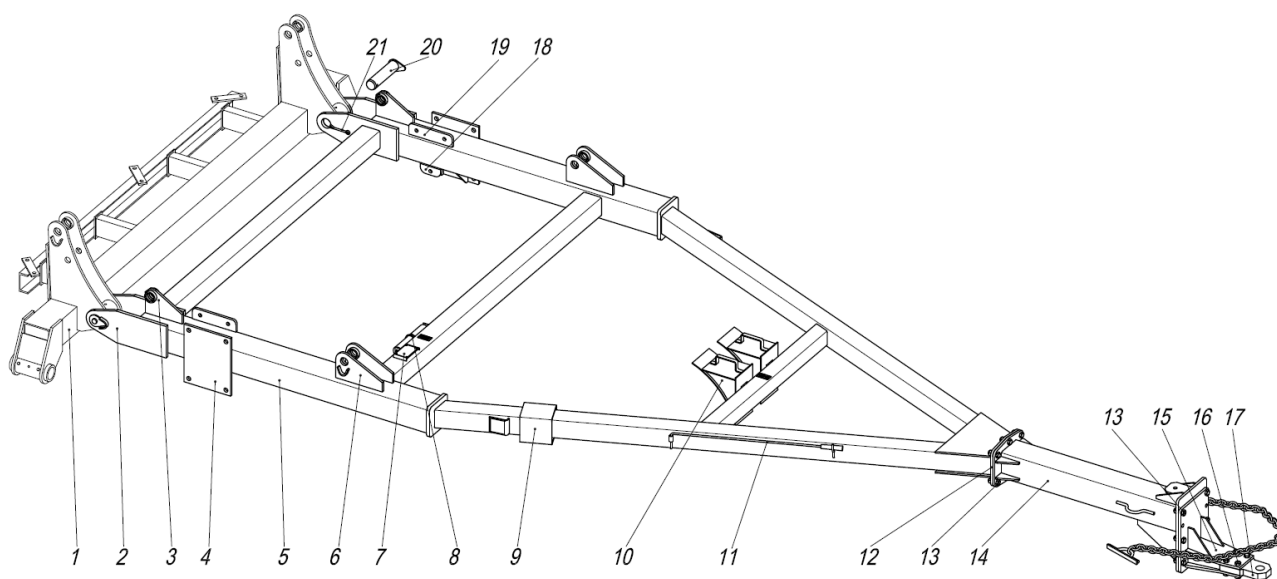

Рис.4 Сница в сборе СГВ 01.100
2.1.1 Сница в сборе СГВ 01.100 (рис.4) состоит из самой сницы 5, удлинителя 14 и кронштейна 15 с закрепленной на нем болтами 16 серьгой 17. Сница 5 представляет собой сварную рамную конструкцию из квадратных труб с фланцем 12 в передней части. Удлинитель 14 крепится к снице таким же фланцем с помощью болтов 13. Кронштейн 15 путем нескольких комбинаций возможной установки на фланце удлинителя с креплением болтами 13 обеспечивает требуемую высоту прицепной серьги по отношению к прицепному устройству трактора. Серьга 17 служит для шарнирного присоединения бороны к трактору. На раме сницы приварены щеки 2, фланцы 4, кронштейны 3,6,18 и 19. Щеки 2 служат для шарнирного соединения сницы с центральной балкой 1 через оси 20, а фланцы 4 - для установки колес.